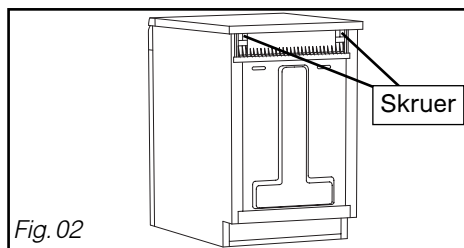

Fig. 02
- Tag toppladen af ved at løsne de to skruer under toppladens kant (Fig. 02).